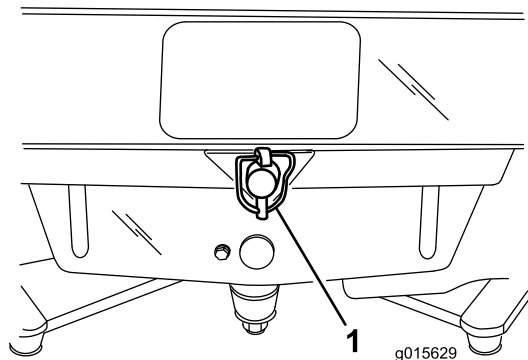

図 15
13. 着脱ピンで、フレーム後部をブラケットに固定する 図 15。